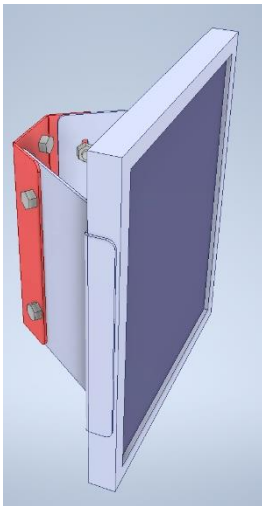

Fig.13
- 1-Assemblare il “pannello solare” con la “staffa a muro” come se dovessimo procedere con la configurazione per fissaggio a muro. (Fig.13)